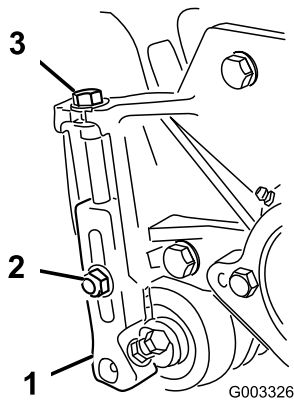

Figura 21
- 1. Desaperte as porcas de bloqueio que fixam os braços da altura de corte às placas laterais da unidade de corte (Figura 21).